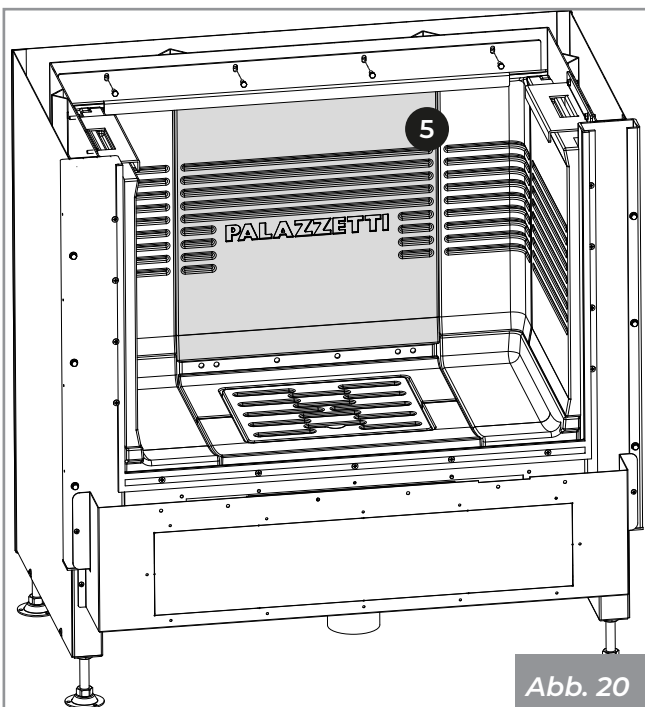

Abb. 20
- 5) Positionieren Sie die feuerfeste Rückenlehne (5), indem Sie sie mit der Halterung und den entsprechenden Schrauben befestigen. (Abb. 20)